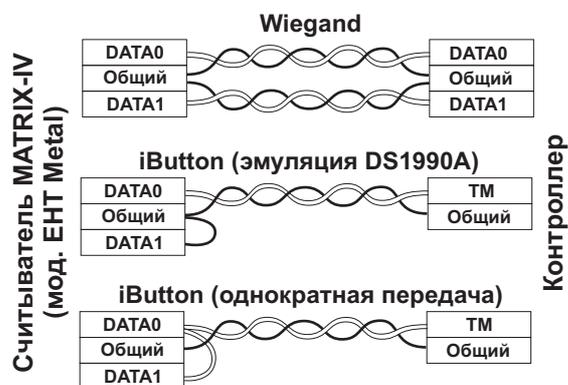

Рис.2 Выбор протокола передачи
- для выбора протокола передачи данных в контроллер соедините провода DATA0 и DATA1 в соответствии с рис.2;
При подключении по Wiegand одна витая пара подключается к GND и DATA0, а другая витая пара подключается к GND и DATA1 (рис.2)